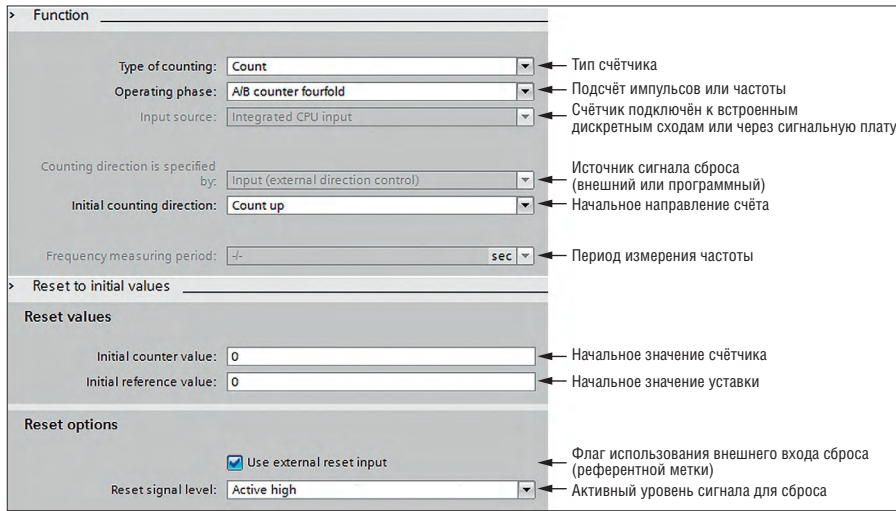
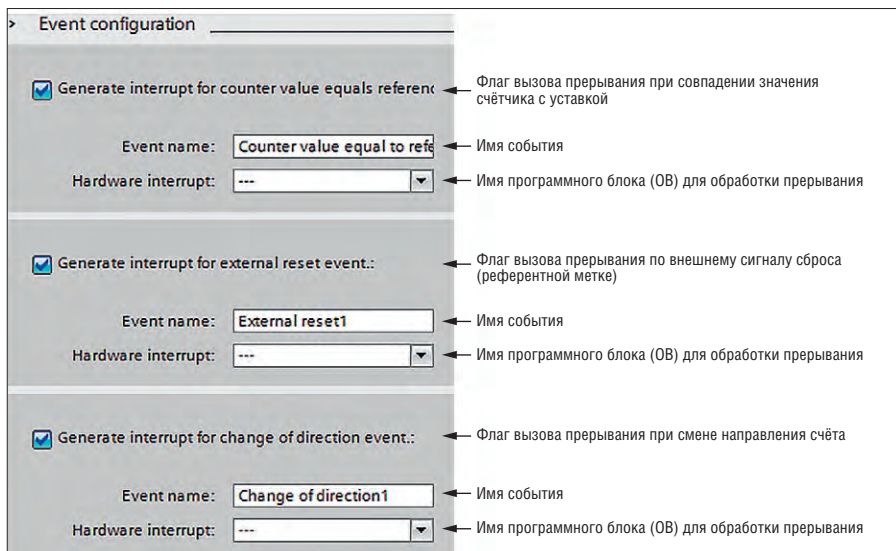

Рис. 9. Параметры конфигурации счётчика HSC_1
Рис. 10. Конфигурирование событий, вызывающих прерывания HSC
1. Зададим для счётчика HSC_1 конфигурацию в соответствии с рис. 9. Для управления работой высокоскоростного счётчика, а также чтения его выходного значения можно использовать не только определённые в конфигурации счётчика события (рис. 10), но и, например, периодически активизирующуюся подпрограмму обработки аппаратного прерывания (Cyclic Interrupt). В любом случае необходима подпрограмма, которая будет производить обработку прерывания для определённых в конфигурации счётчиков событий (ссылка на эту программу указывается в пункте Hardware Interrupt).